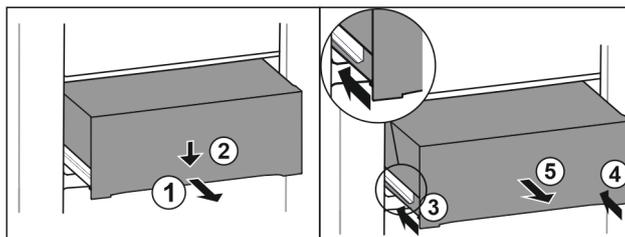

Fig. 104
► Вытяните выдвижной ящик наполовину. Fig. 104 (1)
- ▶ Вдавите выдвижной ящик в передней части вниз. Fig. 104 (2)
- ▶ Задвиньте левую направляющую прим. на 2 см. Fig. 104 (3)
- ▶ Задвиньте правую направляющую прим. на 2 см. Fig. 104 (4)
- ▶ Извлеките выдвижной ящик движением вперед. Fig. 104 (5)